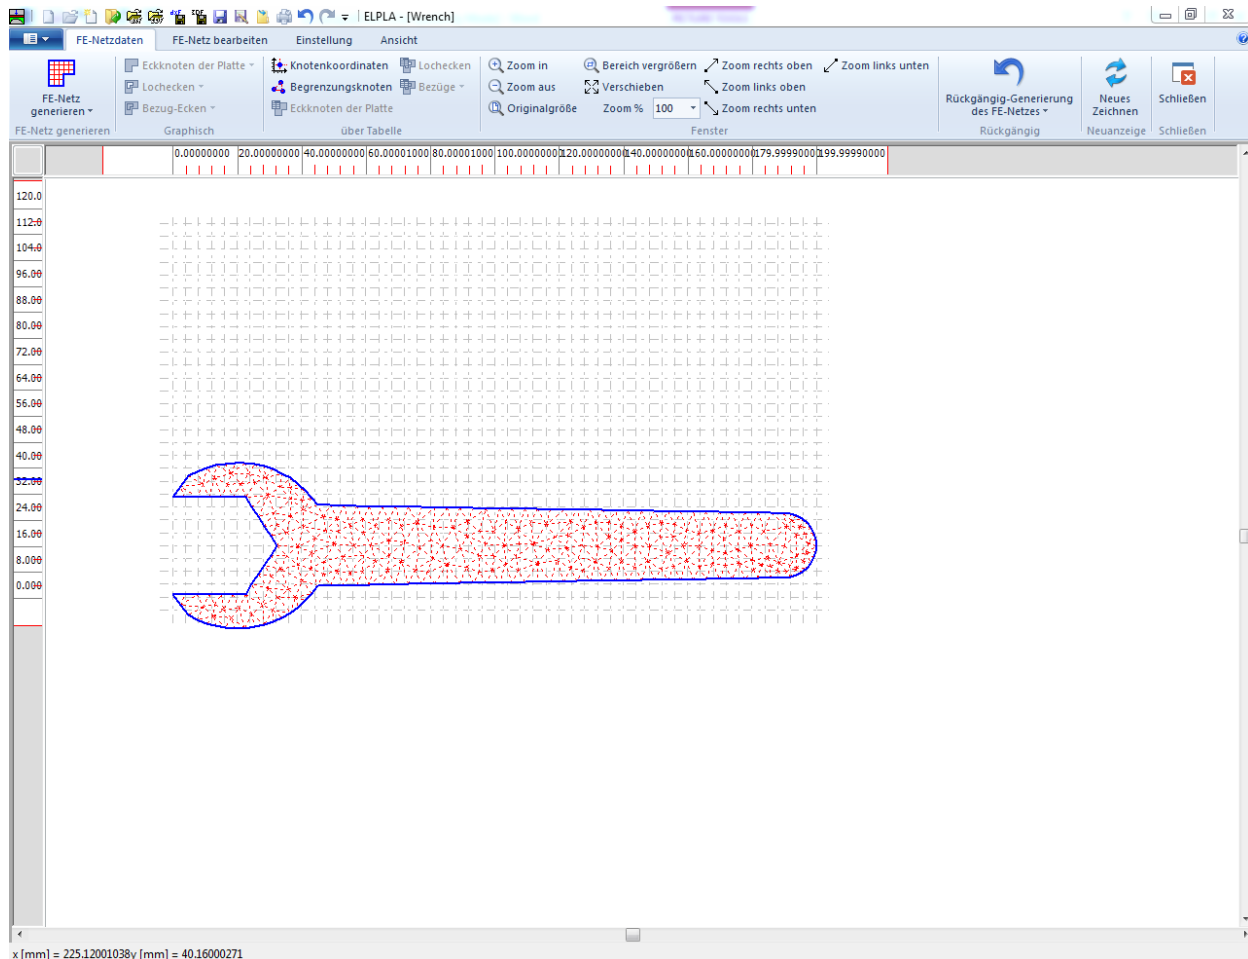

Bild 5.18 Endgültiges FE-Netz des Gabelschlüssels
Das FE-Netz des Gabelschlüssels ist im Bild 5.18 gezeigt.
- Wählen Sie den Befehl "Speichern" aus dem "Datei"-Menü im Bild 5.18, um die Daten des FE-Netzes zu speichern
- Wählen Sie "Schließen" aus dem "Datei"-Menü im Bild 5.18, um das Fenster "FE-Netzdaten" zu schließen und zum Hauptfenster des Programms *ELPLA* zurückzukehren